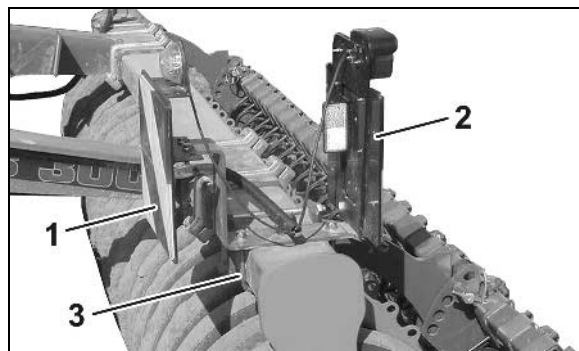

Рис. 14
- Отсоедините скобу и демонтируйте освещение спереди (Рис. 14/1) и сзади (Рис. 14/2).